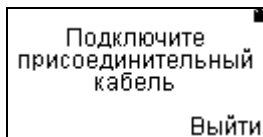
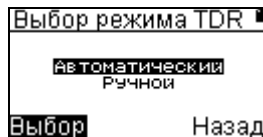
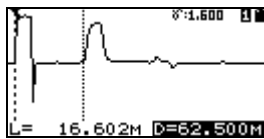

Рисунок 14
Рисунок 15
Рисунок 28
6.3.6 При выборе пункта **Измерение** появится запрос подключения присоединительного кабеля (рисунок 14). Для измерений TDR методом подключите соответствующий присоединительный кабель, появится кратковременное сообщение об активации метода и будет предложен выбор автоматического или ручного режима измерений (рисунок 15).
Включить ручной режим можно через меню **Измерения** (рисунок 15) или в автоматическом режиме перейти через меню **Функции** (рисунок 22). В правом верхнем углу экрана (рисунок 28) показывается текущий коэффициент укорочения, состояние батареи и режим отображения - со входа или из памяти прибора. В нижней строке два параметра, один из которых активный и подсвечивается темным фоном. Изменить левый параметр можно нажатием кнопок \langle и \rangle , а правый нажатием кнопок \triangle , ∇ .
- **Диапазон** измерения (рисунок 28);